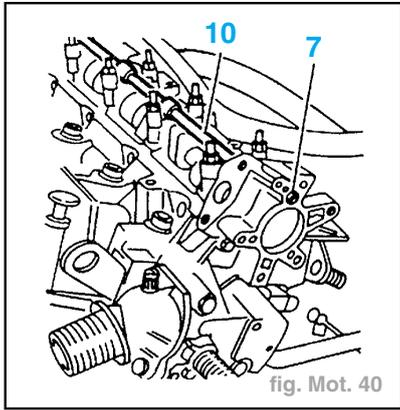

fig. Mot. 40
- Reposer (fig. Mot. 40) :
- la vis (7) équipée d'un joint neuf ; couple de serrage (daN.m) ..... **1,5**